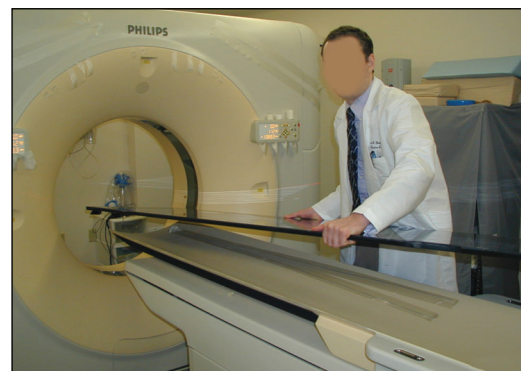
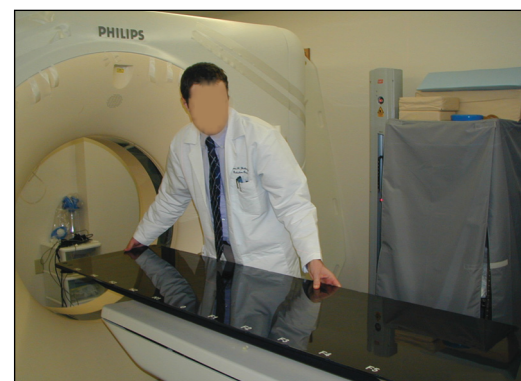

图 32
图 33
2. 将 CT 覆盖罩放置在 CT 床板上, 伸出头端 3-4 英寸 (图 32)。将 CT 覆盖罩对准 CT 床板的中心线 (图 33)。